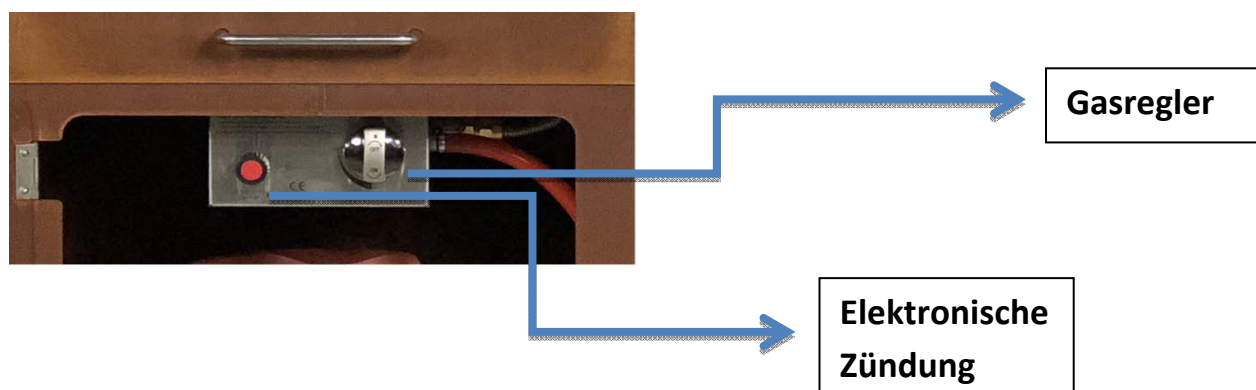

Abbildung 1
- Drehen Sie den Gasregler auf „OFF“ (siehe Abbildung 1)